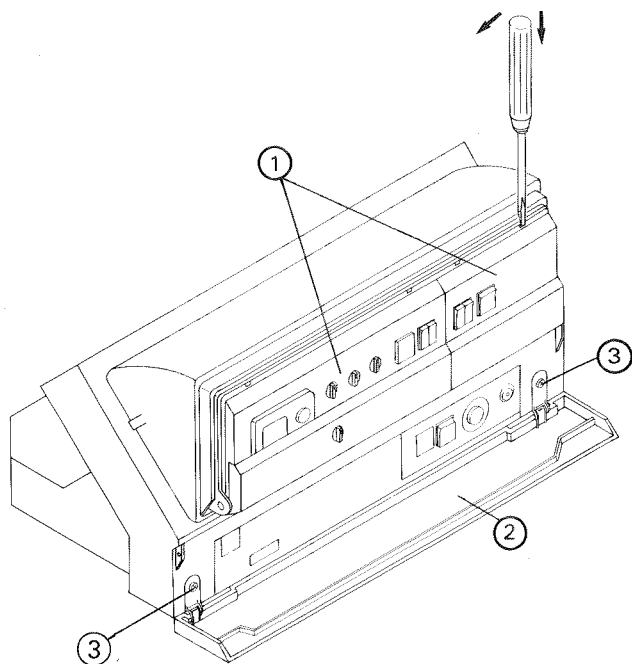

Abb. 3.19
2. Frontplatten ① nach vorn ausrasten (siehe Abb. 3.19).
3. Frontplattenanschlüsse aus den Führungsschlaufen nehmen und die Frontplatten ① vorsichtig in das Gehäuse legen. **Achten Sie darauf, daß über die Leiterplatten keine statische Entladung stattfindet.**
4. Untere Klappe ② aufklappen und abnehmen.
5. Die beiden Schrauben ③ an der Vorderseite herausdrehen.